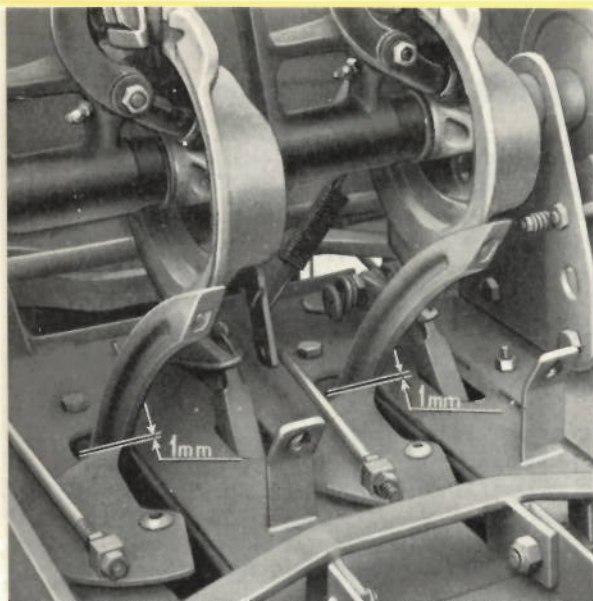

Fig. 29
- 1) que la pointe de la came (fig. 29) se trouve à une distance de 1 mm. du dos de l'aiguille;